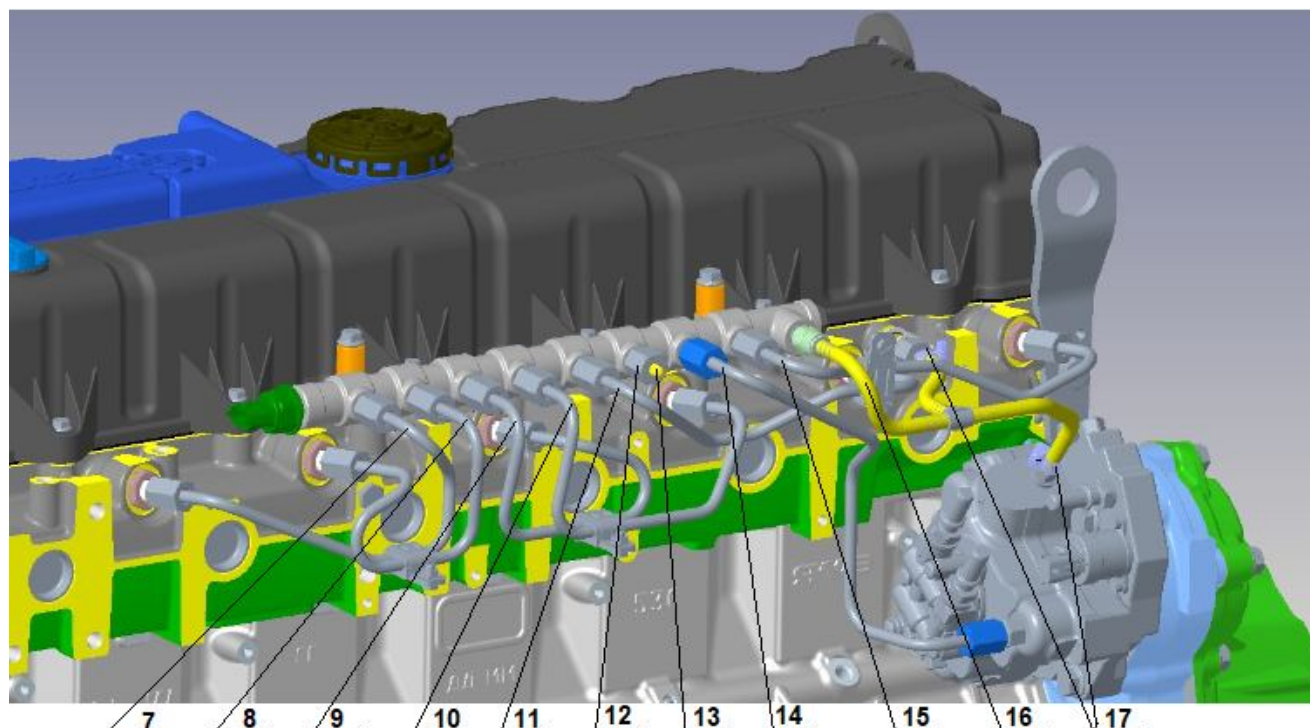

Рис. 3
5. Наживить гайки трубок высокого давления (поз. 7,8,9,10,11,15 рис. 3) на рампу и штуцера форсунок, гайки трубки высокого давления (поз. 14) на рампу и ТНВД от «руки».